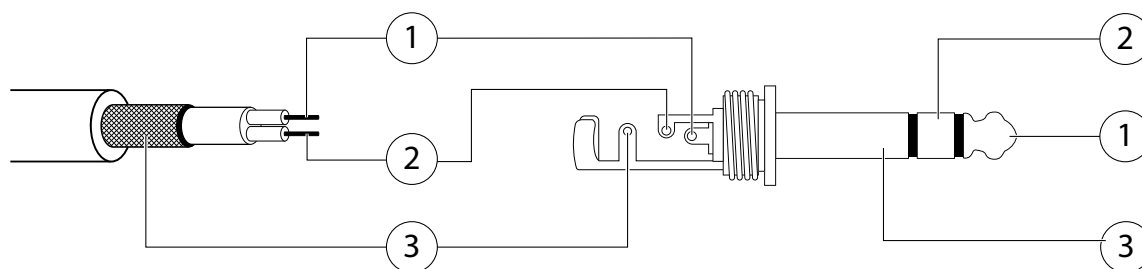

Рисунок 8.1 Схема расписки аудио кабеля и штекера TRS 6.35 мм
Разъёмы TRS (TS) (разг. Джек, англ. Jack) — семейство разъёмов для передачи различных типов аналоговых аудиосигналов. Используется совместно с двужильным (Рис. 8.1, а) или одножильным (Табл. 8.3) экранированным аудио кабелем. Существуют три стандартных штекера применяемых в аудио кабелях: Jack (6.35 мм, 1/4 дюйма), mini-Jack (3.5 мм), micro-Jack (2.5 мм).